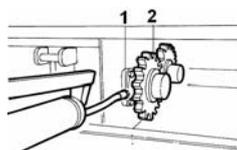

Fig. 22
- Engrasar los cojinetes mediante los correspondientes engrasadores utilizando una grasa adecuada para el uso (Fig.22)